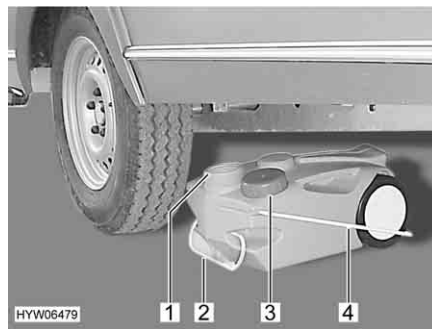

Fig. 184 Serbatoio delle acque grigie, mobile
- Chiudere l'apertura del serbatoio delle acque grigie (Fig. 184,1) con il coperchio (Fig. 184,3).
- Estrarre il serbatoio delle acque grigie tramite la maniglia (Fig. 184,2).
- Sollevare verso l'alto la maniglia da asporto (Fig. 184,4) e posizionare verticalmente il serbatoio delle acque grigie.